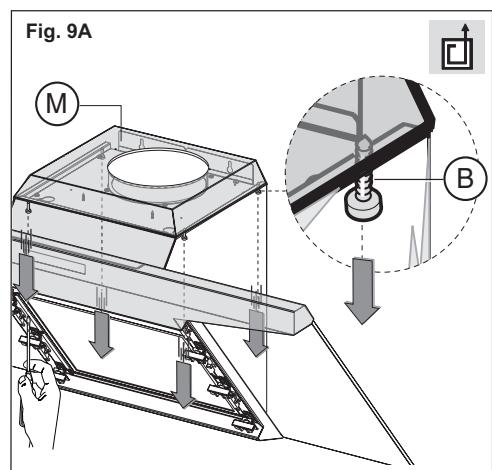

Fig. 9A
- Ta bort de **4** skruvarna **B**, som visas i Fig.9A.
- Fäst åter kupolen med de **4** skruvarna som har tagits bort tidigare i Fig.9A.
Innan skorstenskíporna installeras ska de **4** skruvarna **B** och kupolen **M** tas bort, som visas i Fig.9A-B.